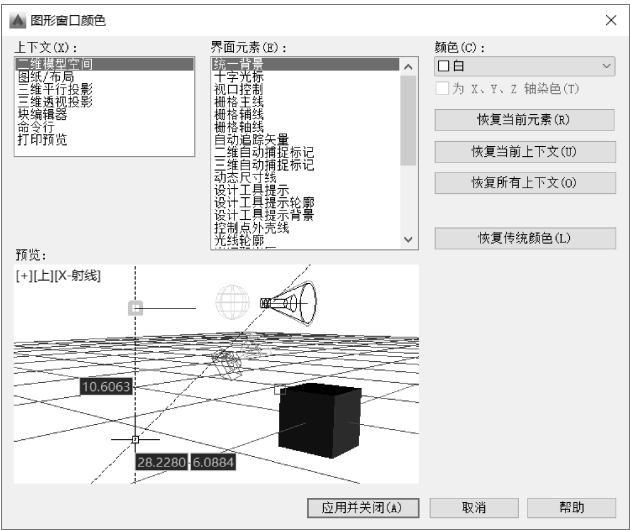

图 3-3 “图形窗口颜色”对话框
- 3) 然后单击对话框“窗口元素”选项组中的“颜色”按钮，打开“图形窗口颜色”对话框，如图 3-3 所示。